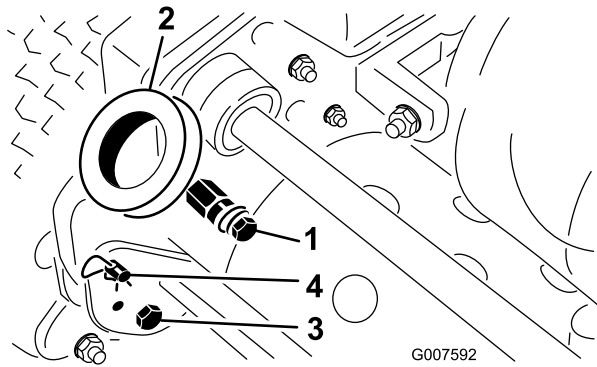

图2
- 卸下将手柄臂底部固定到机器两侧的螺栓、锁紧螺母和垫圈（图2）。
- 将手柄端穿过手柄臂上的孔，并将孔与安装销对齐（图2）。
- 从机器两侧的环形销上卸下发卡销（图2）。